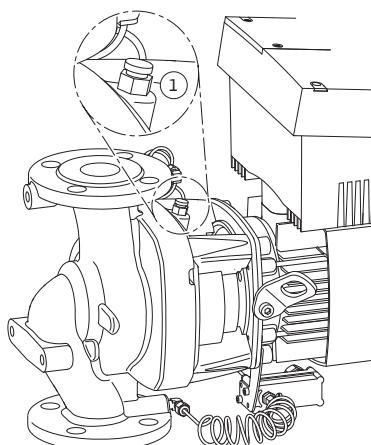

Fig. 51: Вентиляционный клапан
6. Сбросить давление в насосе путем открывания вентиляционного клапана (Fig. 51, поз. 1).